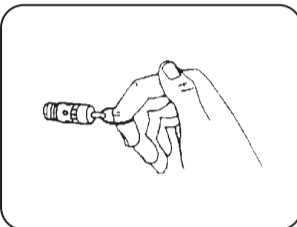

FIGURA 9.2
7. Verifique o funcionamento da válvula de segurança **2**, puxando a sua argola (Figura 9.2) utilizando o EPI adequado (óculos).
8. Abra o purgador **12** para drenar o condensado (água) do reservatório, colete o condensado em um recipiente. Assim que começar a sair somente o ar comprimido, feche o purgador, descarte o condensado conforme Capítulo - Orientações e Recomendações Ambientais, item 1.
- B. Verifique o funcionamento da válvula de segurança **2** (Figura 9.2).